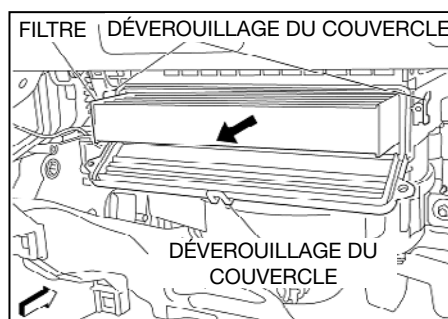

Fig. 20
4. Enlevez le couvercle du filtre à air d'habitacle (voir Fig. 20).